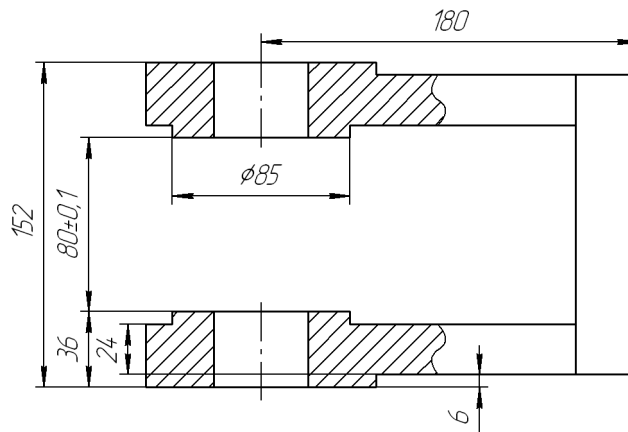
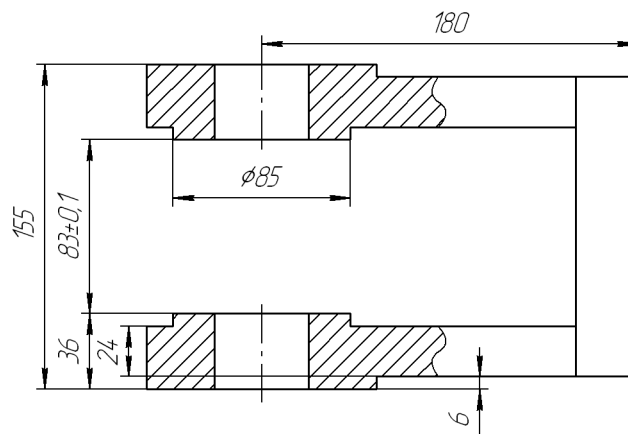

Рис. 51.69.
Рис. 51.70.
**Задание.** Проверьте правильность построений, проставив размеры в соответствии с рис. 51.69.
2. Сравните полученные значения для всех размеров на вашем чертеже со значениями на рис. 51.69.
Если построения выполнены правильно, то значения должны совпадать. Это касается всех размеров, кроме вертикальных размеров 80 мм и 152 мм. У вас эти размеры должны иметь значение 83 мм и 155 мм соответственно (рис. 51.70).
**Задание.** Измените геометрию детали таким образом, чтобы размер 83 мм стал равным 80 мм, а размер 155 мм – равным 152 мм (рис. 51.69 и рис. 51.70).